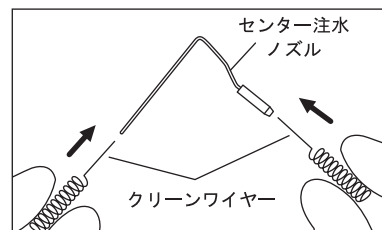

図21
- 1 付属のクリーンワイヤーでセンター注水ノズルおよび注水ノズル内部を清掃してください。(図21、22)